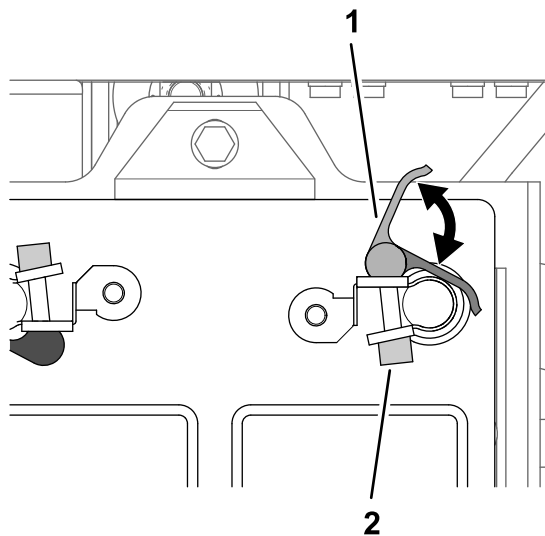

図 210
2. 黒色ハンドル付きクイックコネクタクランプのラッチハンドルを開ける 図 210。
4. クイックコネクタクランプのラッチハンドルを閉じる 図 210。